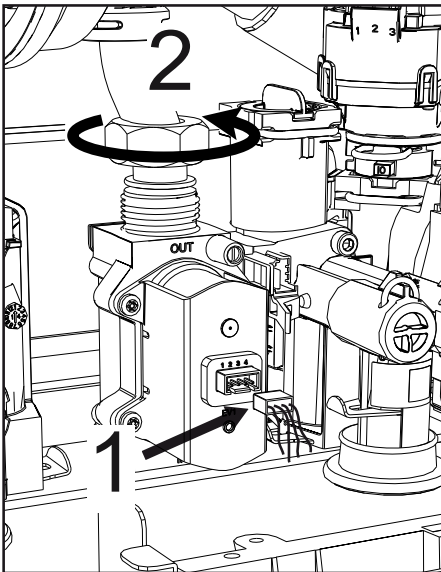

fig. 44
- Scollegare i connettori elettrici "1" (fig. 44).
- Scollegare il tubo di alimentazione gas "2" (fig. 44)